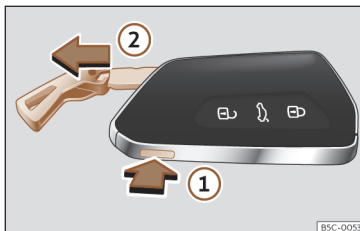

Fig. 63 Chiave del veicolo: estrarre lo spadino.
- Premere il tasto >>> **fig. 63** ① per estrarre l'anello portachiavi e poter estrarre lo spadino ②. Premendo leggermente sull'anello, rimarrà fisso come portachiavi.
- Premere il tasto >>> **fig. 63** ① per sbloccare. Tenere premuto il pulsante ① e contemporaneamente tirare l'occhiello in direzione della freccia >>> **fig. 63** ② per estrarre completamente la chiave.